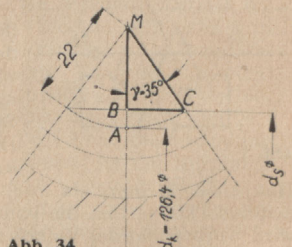

Abb. 34
1. Lösung: Aus dem rechtwinkligen Dreieck MBC (Abb. 34) läßt sich zunächst mit Hilfe des gegebenen Winkels γ und der gleichfalls bekannten Seite MC (Hypotenuse) die Seite MB (Ankathete des Winkels γ) berechnen; es gilt die Cosinusfunktion
daraus $BM = 22 \cdot 0,81915 = 18,0213$ mm. Weiterhin ist (Abbildung 34) $AB = AM - BM = 22 - 18,0213 = 3,9787$ mm; nun ist (Abb. 34) $d_s = d_k + 2 \cdot AB = 126,4 + 2 \cdot 3,9787 = 134,3574 \approx 134,36$ mm. Durchmesser über die scharf gedrehten Zahnspitzen $d_s = 134,36$ mm.